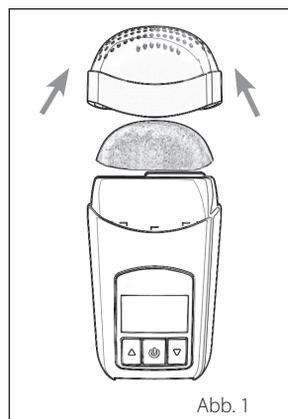

Abb. 1
1. Entfernen Sie **die Kappe** vom **Z1**. Nehmen Sie dazu **das Z1** in eine Hand. Drücken Sie mit der anderen Hand **die Kappe** zusammen und ziehen Sie sie nach oben und weg vom **Z1**. (Abb. 1)
6. Drücken Sie die **Endkappe** auf **das Z1**. (Abb. 1)